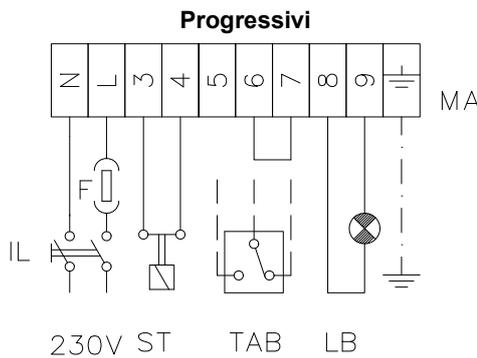

Fig. 10
15 e agire sulla vite di regolazione **VR** della pompa (vedi Fig. 13) fino ad ottenere una pressione all'ugello pari a 20 bar (ugelli Bergamo - vedere grafico in Fig. 10);
- 16 spostare la **camma III** (bassa fiamma) verso il minimo in modo che il servocomando inizi a chiudere fino a che i due cuscinetti siano in corrispondenza della vite di regolazione relativa al punto immediatamente inferiore: avvitare la vite **V** per aumentare la portata, svitare per diminuirla, al fine di ottenere il valore di pressione come da diagramma in Fig. 10, in base alla portata richiesta.